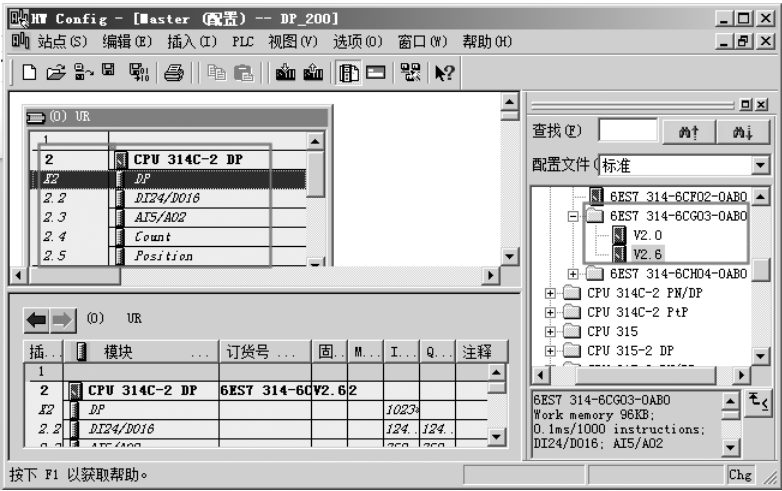

图 8-90 插入 CPU
5) 插入 CPU。展开项目中的“SIMATIC 300”下的“CPU - 300”，再展开“CPU 314C - 2DP”下的“6ES7 314 - 6CG06 - OABO”，将“V2.6”拖入导轨的 2 号槽中，如图 8-90 所示。若选用了西门子的电源，在配置硬件时应该将电源加入到第一槽，本例中使用的是开关电源，